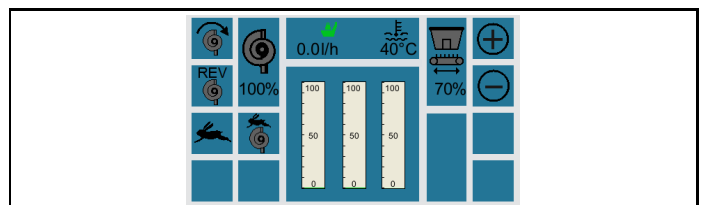

Abb. 5-40: Grundbild Füttern
1. Wahlschalter (2) in Position "2" (Füttern) stellen.
→ Es erscheint das Grundbild "Füttern" (Abb. 5-40) auf dem Info- und Bedienterminal (1).
2. Über den Handgashebel (3) eine Motordrehzahl zwischen 800 - 1800 U/min für den Dieselmotor einstellen.